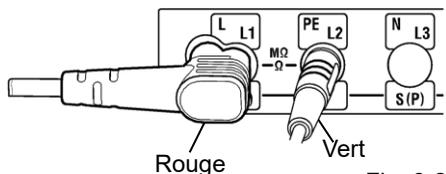

Fig. 8-2
- (1) Sélectionnez le essai de continuité en tournant le commutateur rotatif.
- (2) Connectez les fils d'essai aux terminaux L et PE sur KEW 6516/6516BT, comme indiqué à la figure 8-2.